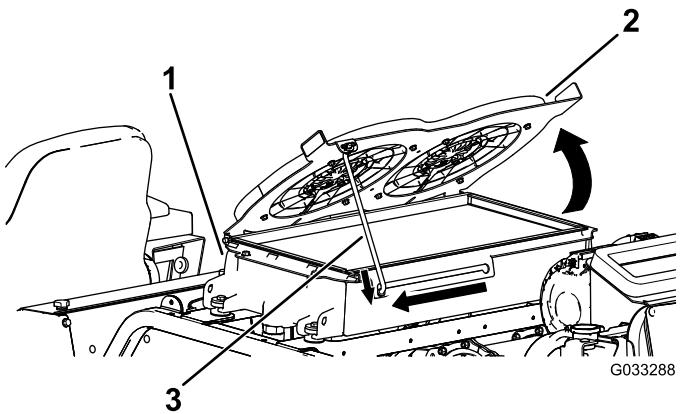

**Figure 118**
4. Faites pivoter les ventilateurs de refroidissement du moteur vers l'avant et calez la béquille dans le cran (Figure 118).